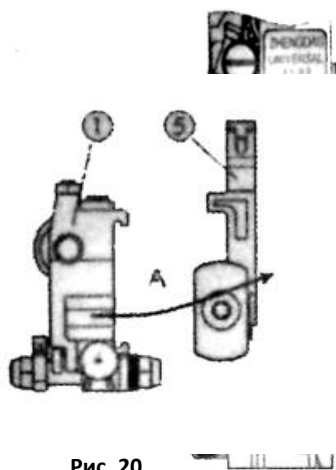

Рис. 19
- Замена лезвие, выполняется путем поворота маховика (2), чтобы ножевая коробка (1) повернулась наружу вдоль направляющей колеи (3) и затем извлечь ножевую коробку из штапельной головки. (Рис. 19)
- Поместите бокс для ножей на направляющую. (Рис. 19)
- Вставить проволочный катетер в отверстие ножевого бокса. (Рис. 19)
- Вернуть ножевой бокс в исходное положение, повернув и отрегулировав маховик. (Рис. 19)